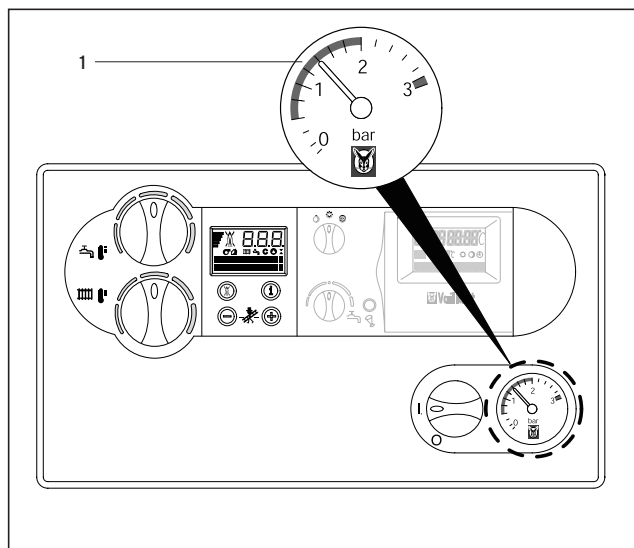

Abb. 3.21 Gerät/Heizungsanlage füllen
Für einen einwandfreien Betrieb der Heizungsanlage soll bei kalter Anlage der Zeiger am Manometer (1) im Bereich zwischen 1,0 und 2,0 bar Fülldruck stehen (Abb. 3.21). Steht er unterhalb von 0,8 bar, füllen Sie bitte entsprechend Wasser nach.